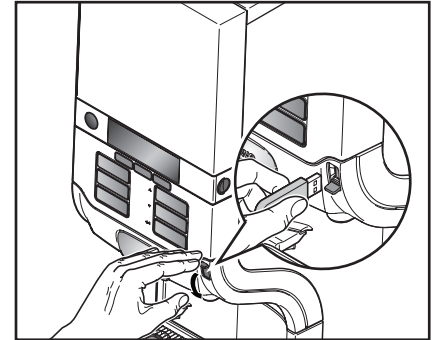

Fig. 23
3. For at låse kaffemaskinen op skal du trykke på LÅS/Clear Error-kontakten igen for at aktivere drikkeaftapningen (fig. 23).
- Sæt USB-aktiveringsnøglen ind i USB-porten på kaffemaskinen for at aktivere den midlertidige drikkeaftapning (fig. 23).